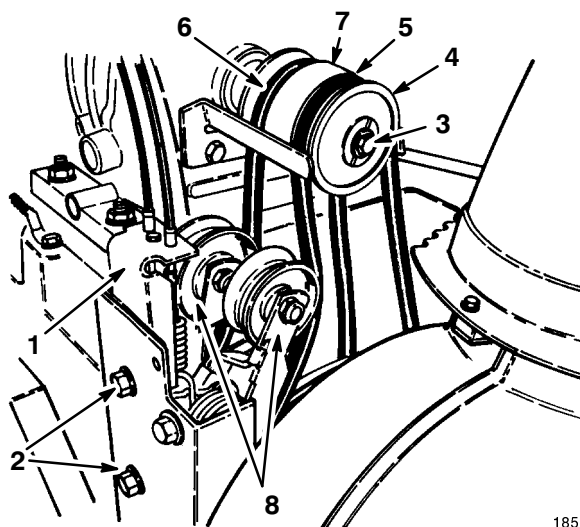

Figure 29
4. Déposez les 2 boulons à embase qui fixent l'ensemble de poulies folles au châssis du moteur, puis déposez l'ensemble de poulies folles (Fig. 29).
5. Retirez le boulon et la rondelle-frein qui fixent la demi-poulie à l'avant de l'ensemble de poulies (Fig. 29).
6. Retirez du vilebrequin la demi-poulie avec la courroie de tarière/roue hélice, puis retirez la courroie de la poulie de roue hélice (Fig. 29).
7. Si la courroie de traction doit être remplacée, retirez du vilebrequin l'élément central de poulie avec la courroie, puis retirez la courroie de la poulie de transmission (Fig. 29).
9. Pour remplacer la courroie de traction, placez la courroie neuve sur la poulie de transmission et la poulie centrale, et glissez la poulie centrale sur le vilebrequin (Fig. 29).
10. Placez la courroie sur la poulie folle (Fig. 29).
11. Placez la courroie de tarière/roue hélice sur la demi-poulie, et glissez la demi-poulie sur le vilebrequin (Fig. 29).
13. Remontez l'ensemble de poulies folles sur le châssis moteur, et fixez-le à l'aide des deux boulons à embase (Fig. 29).